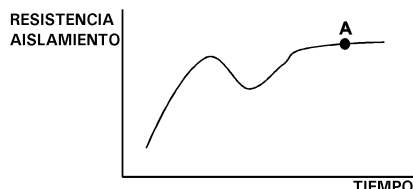

Figura D-5. Gráfica resistencia de aislamiento
- Medir cada hora la resistencia de aislamiento y trazar la gráfica. Esta será de la forma indicada en la Figura D-5, llegándose a alcanzar un punto (A) a partir del cual se mantiene constante el valor del aislamiento. A partir de éste instante deberá continuarse aplicando calor durante 3 horas más, para finalizar el secado.